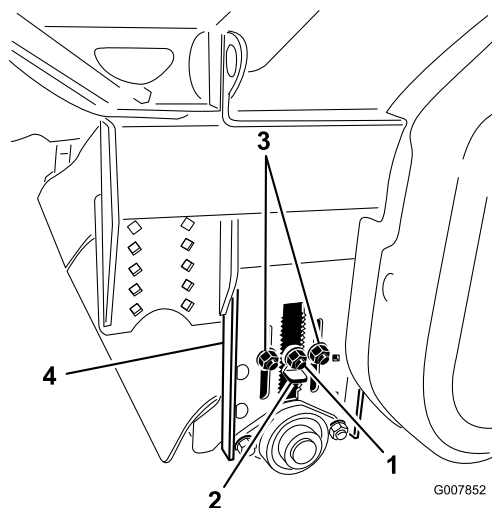

Figura 29
2. Allentate il dado di bloccaggio sulla chiave di regolazione dell'altezza (Figura 29) fino a lasciare sporgere 13 mm circa.
3. Allentate i dadi di bloccaggio della regolazione dell'altezza del rullo (Figura 29).
la piastra di regolazione dell'altezza del rullo fino all'altezza richiesta (Figura 29).